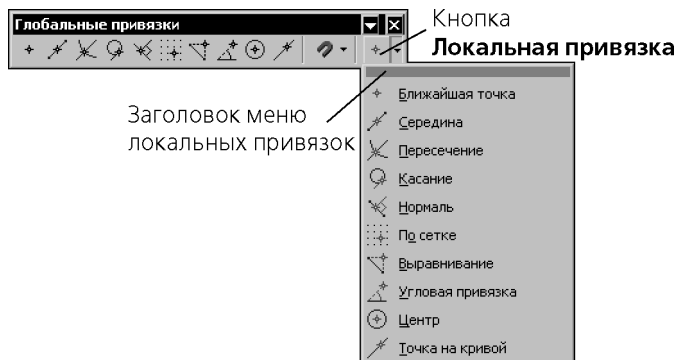

Рис. 15.5. Меню кнопки **Локальные привязки**
2. С помощью кнопки **Локальные привязки**. Это вынесенная на панель **Глобальные привязки** кнопка последней использовавшейся локальной привязки (рис. 15.5).